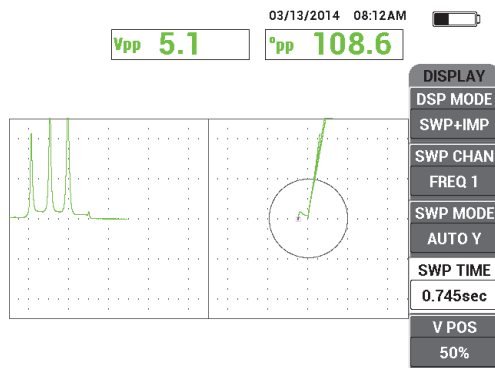

図 5-37 信号の振幅および位相の最大値のデフォルト表示
3. 信号の振幅および位相の最大値が、154 ページの図 5-37 の例に示すようにデフォルト値として表示されていることを確認します。インピーダンスプレーン表示での測定タイプまたは位置の詳細については、62 ページの「リアルタイムリーディングの表示」を参照してください。